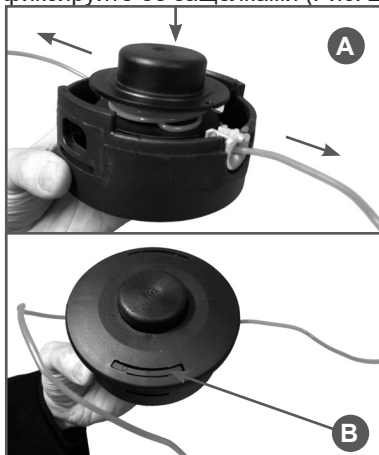

Рис. 23 Сборка триммерной головки
5. Освободите из пазов корд. Для этого нажмите на катушку сверху и сильно потяните сначала один конец корда, затем другой (Рис. 23А). Уложите концы корда в направляющие на катушке. Установите крышку катушки и зафиксируйте ее защелками (Рис. 23В).